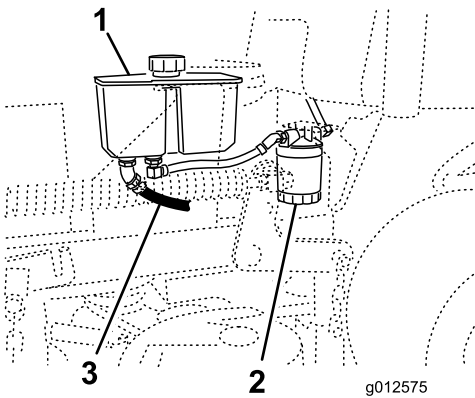

Figura 74
4. Localice el manguito hidráulico delantero, debajo del depósito de aceite, y coloque un recipiente debajo del depósito (Figura 74).